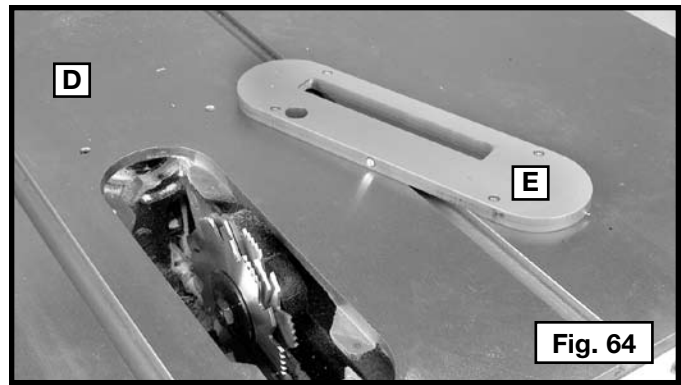

Fig. 64
**⚠ ATENCIÓN:** El inserto para mesa del juego de cabezales para ranuras (E), Fig. 64 debe utilizarse en lugar del inserto estándar. Asegúrese que el parte móvil sea llano con la tabla antes de proceder.
Sujete el juego de cabezales para ranuras (D), Fig. 64, al eje de la sierra.